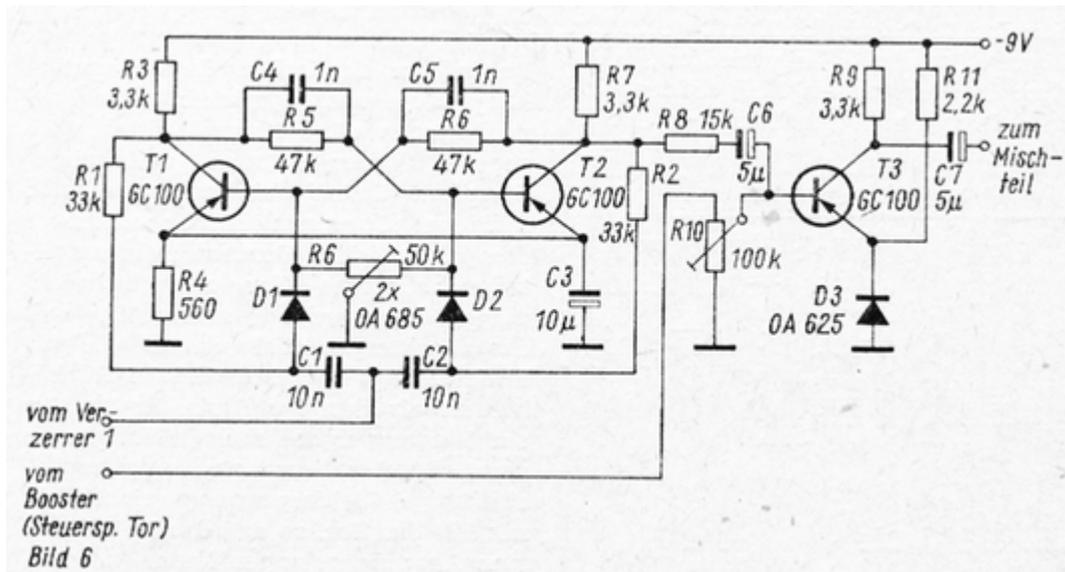

Bild 6: Schaltung des Frequenzteilers
Bei dem Frequenzteiler (Bild 6) handelt es sich um einen bistabilen Multivibrator (BM).